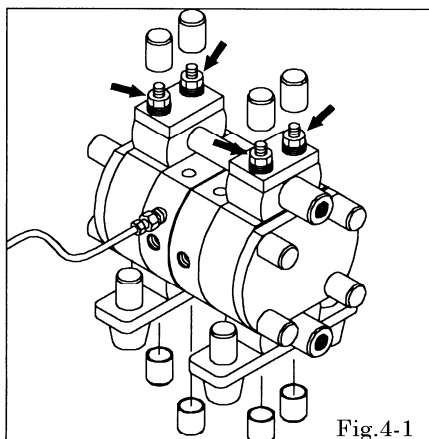

Fig.4-1
- ・タイロッド縦両端のキャップ（上下4か所ずつ）を取り外す。〔Fig.4-1〕
- ・タイロッド縦上部のナット4か所を外し、補助板、Oリング、アウトマニホールドを取り外す。〔Fig.4-1〕